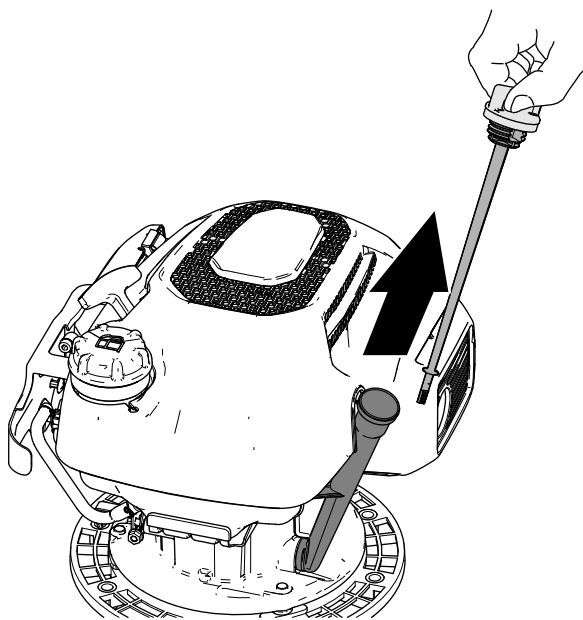

Рисунок 14
5. Прикрепите фитинг рукоятки к верхней рукоятке (Рисунок 14) с помощью болта ($\frac{1}{4} \times 1\frac{3}{4}$ дюйма) и контргайки ($\frac{1}{4}$ дюйма).
2. Извлеките щуп из маслозаливной горловины и протрите его чистой ветошью (Рисунок 14).